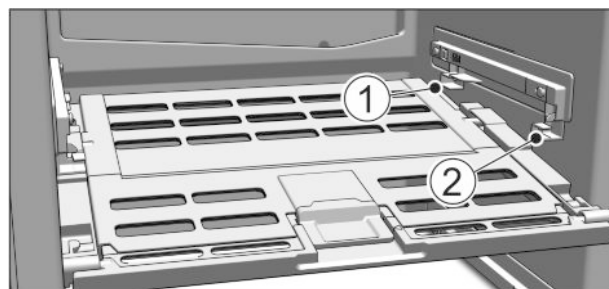

Fig. 17
- ▶ Nasazení víka přihrádky na ovoce a zeleninu: Výstupky víka zaveďte zdola do zadních držáků Fig. 17 (1) a vpředu zaklesněte do držáku Fig. 17 (2).